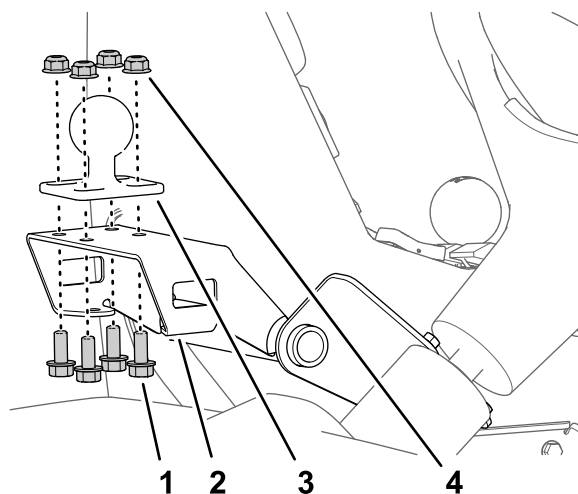

图164
1. 使用4个凸缘头螺栓5/16 x 3/4英寸和4个凸缘锁紧螺母5/16英寸将球形安装架组装到监控器安装架的支架上图164。